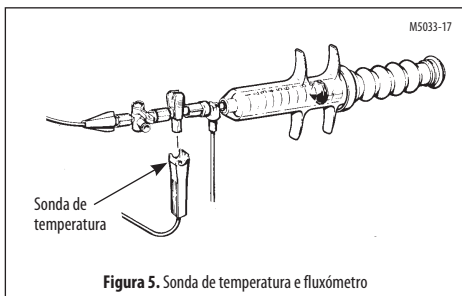

Figura 5. Sonda de temperatura e fluxômetro
2. Insira a sonda de temperatura do injetado na válvula de fluxo/retenção até encaixar no lugar (Figura 5). Fixe o sistema para minimizar o movimento junto do doente.